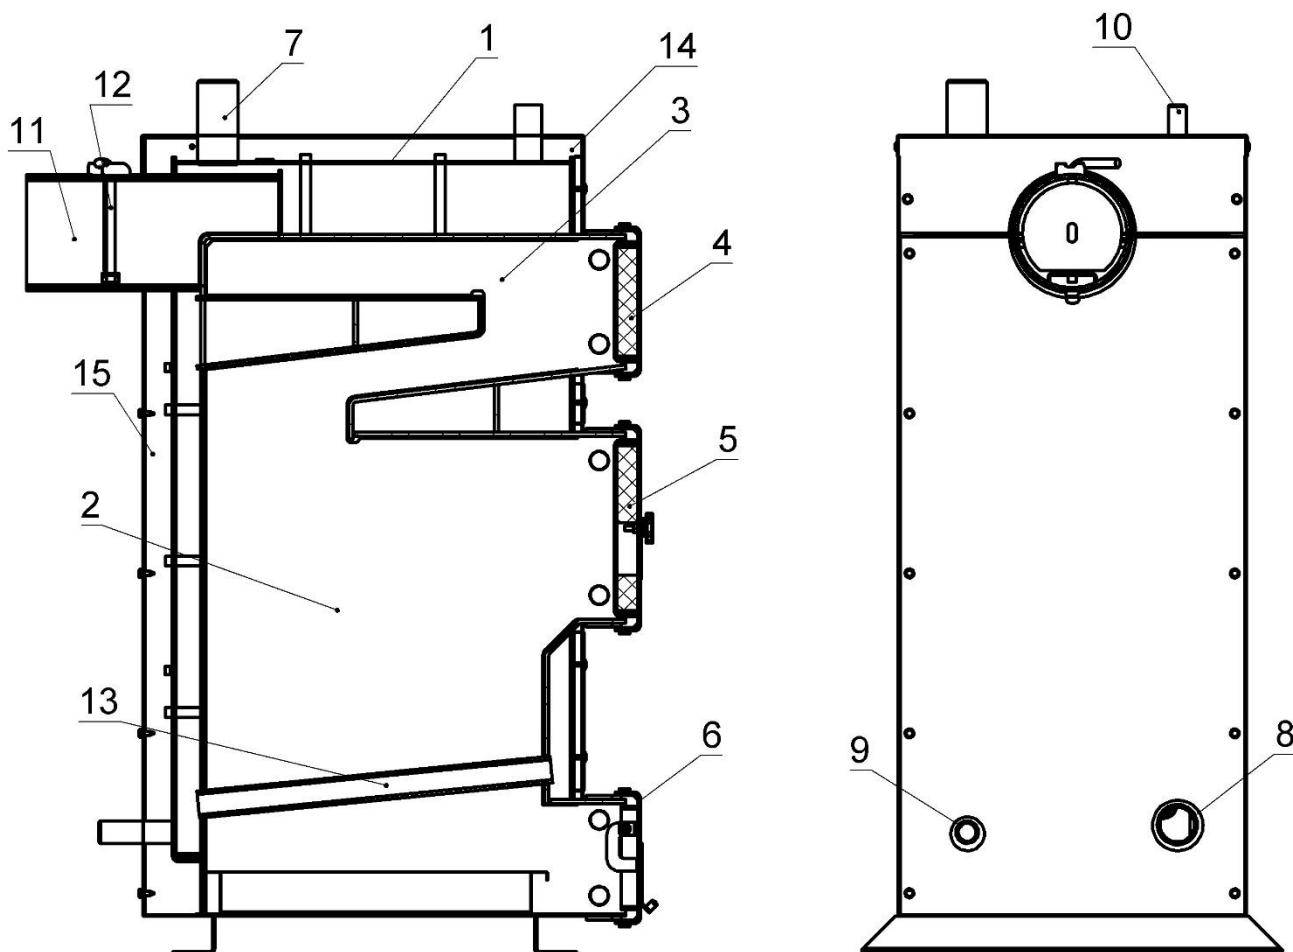

Рисунок 5.1 – Зовнішній вигляд та основні елементи котла типу КТК
Конструктивно котел являє собою збірно-зварену конструкцію, що складається з корпуса (поз. 1, рис. 5.1) з камeroю згоряння (топкою) (поз. 2, рис. 5.1). Над топкою розташована конвекційна частина котла (поз. 3, рис. 5.1), що являє собою високоефективний двоходовий теплообмінник.
Корпус котла виконаний в формі паралелепіпеду з подвійними стінками, які розділені водними перегородками (поз. 15, рис. 5.1). На зовнішній поверхні корпуса під декоративною обшивкою закріплена теплова ізоляція. (поз. 16, рис. 5.1). Паливо для процесу спалення завантажується на колосникові грати (поз. 13, рис. 5.1) крізь завантажувальні дверцята (поз. 5, рис. 5.1). Колосникові грати виконані з товстостінних безшовних труб по яких постійно циркулює вода з водяної оболонки котла, що унеможливує їх прогорання. Згоряння палива в топці відбувається за участю повітря, яке постачається в топку наступним чином:
Підведення і відведення теплоносія здійснюється відповідно через патрубки зворотної мережної води (поз. 8, рис. 5.1) і прямої мережної води (поз. 7, рис. 5.1).
Топочні гази виходять у димохід крізь боров (поз. 11, рис. 5.1), розташований у задній частині котла. Боров обладнано вбудованим дросельним клапаном продуктів згоряння – шибером (поз. 12, рис. 5.1). У випадку надто високої тяги у димоході шибер дає можливість її знизити шляхом часткового перекривання вихідного отвору борова.
У верхній частині корпуса котла розташований штуцер для встановлення групи безпеки котла (поз. 10, рис. 5.1).
На бічній стінці корпуса у нижній її частині розміщено штуцер для зливу води з котла (поз. 9, рис. 5.1).
- дверцята для періодичного обслуговування (чищення) конвекційної частини котла (поз. 4, рис. 5.1);
- ревізійний дверцята (поз. 6, рис. 5.1) для періодичного чищення колосникових грат.
Регулятор тяги необхідно приєднати до патрубка з внутрішньою різьбою, який знаходиться у верхній частині корпуса (рис. 5.1). Різьбове з'єднання при цьому потрібно ущільнити. Регулятор повернути таким чином, щоб наконечник для закріплення шестигранного важеля (з комплекту регулятора) був направлений вправо.